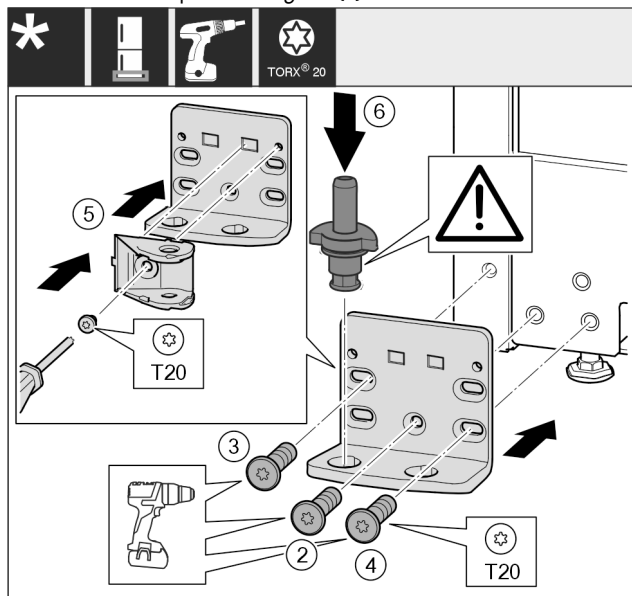

Fig. 32
- Applicare la staffa di supporto sull'altro lato e avvitare con l'aiuto di un cacciavite. Iniziare dalla vite Fig. 32 (2) in basso al centro.
- Stringere la vite Fig. 32 (3) e la vite Fig. 32 (4).
- Ruotare di 180° il collegamento dell'ammortizzatore di chiusura Fig. 32 (5). Sull'altro lato del blocco di supporto avvitare con un cacciavite.
- Inserire completamente i perni di supporto Fig. 32 (6). Facendo ciò assicurarsi che la camma di arresto sia rivolta all'indietro.